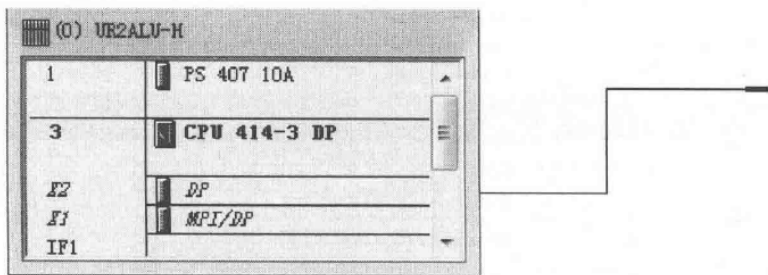

图 8-21 PROFIBUS 网络图
(2) 双击“Hardware”图标，分别组态机架、电缆和 CPU 模块，插入 CPU414-3DP 时，选择与从站相同的 PROFIBUS 网络，并设置地址参数，本例中 CPU414-3DP 的 PROFIBUS 地址为 2。组态完成单击“OK”按钮确认，出现 PROFIBUS 网络，如图 8-21 所示。